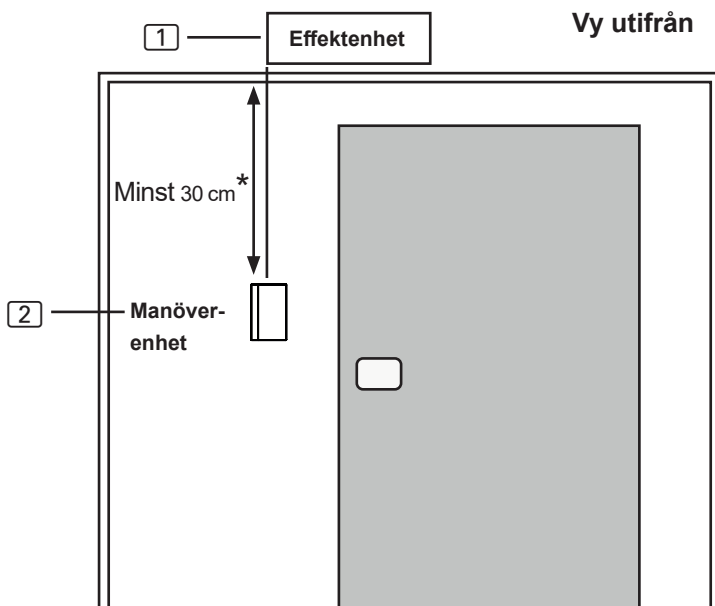

Bild 4 Position manöverenhet
Manöverenheten **2** monteras på bastuväggen, vid ett avstånd på max. 10 meter till effektenheten **1** (se **Bild 4**).
* Vid montering inuti bastun måste det vara ett avstånd på minst 30 cm till bastuns tak (se **Bild 4**).